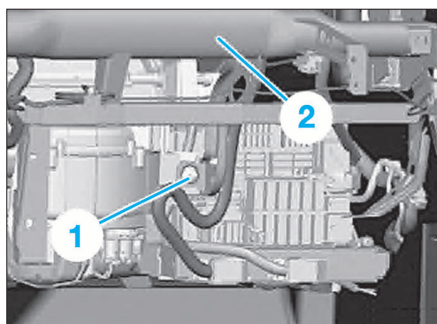

FIG. 11
- Déposer la vis (1) fixant le bloc de ventilation sur la traverse de planche de bord (2) (Fig.11).